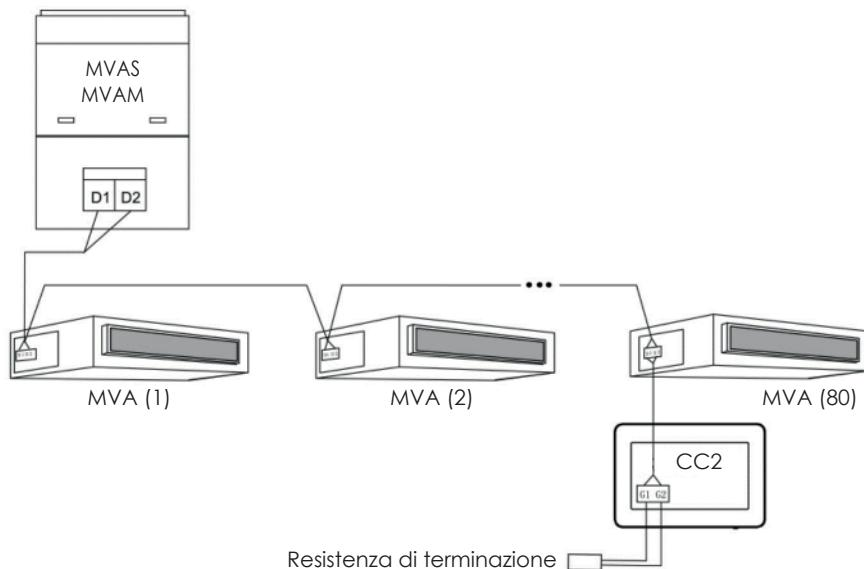

Fig. 3.4 Controller centralizzato collegato alla rete interna
- Se il controller centralizzato deve essere collegato alla rete delle unità interne, effettuare i collegamenti in base alla fig. 3.4. Il controller può collegarsi a qualsiasi unità interna in serie, ovvero collegando le porte G1 e G2 del controller con le porte D1 e D2 in corrispondenza ai cavi di comunicazione. Quando il controller è collegato con l'unità terminale della rete interna, deve essere aggiunta una resistenza corrispondente con i cavi di comunicazione sulle porte G1 e G2.